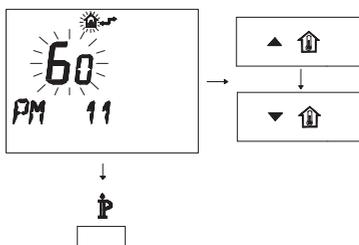

Figura 5.44
- Per modificare il SET programmato agire sui pulsanti ▲⬆️ o ▼⬆️ e aspettare che il numero programmato cominci a lampeggiare (Figura 5.44). Ogni passo incrementato o decrementato corrisponde a 1 secondi.